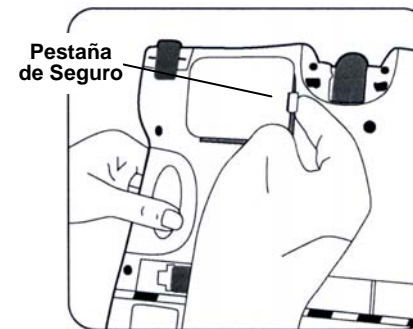

Fig. 9
2. Invierta la posición de la unidad de modo tal que se base quede orientada hacia arriba. Tener cuidado de no poner la unidad en marcha. (Fig. 9)